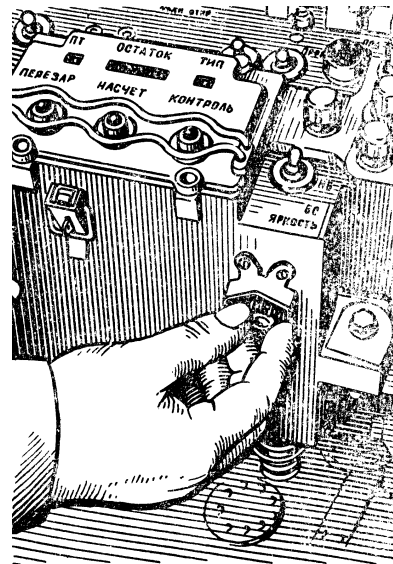

рис. 73. Регулювання яскравості світіння перехрестя візира приладу 9Ш119М1
- відрегулювати яскравість світіння перехрестя у полі зору візирного приладу 9Ш119М1, повертаючи маховичок потенціометра «ЯРКОСТЬ», який розташований на передній стінці блоку управління БУ-25 (рис.73);